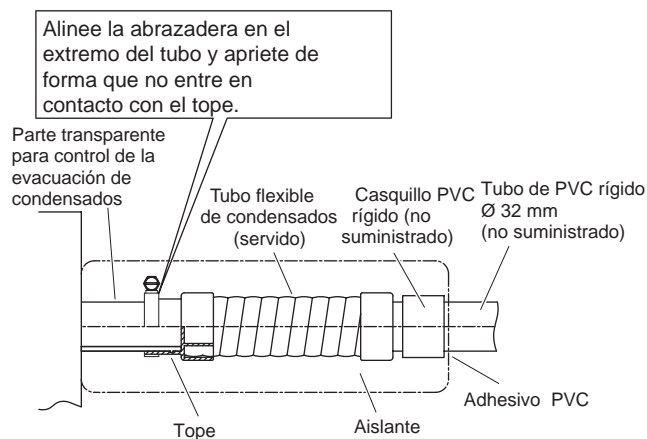

Fig. 3-89a
1. Prepare un tubo de PVC (no suministrado) rígido estándar (diámetro exterior 32 mm) para condensados y utilice el tubo de condensados así como la abrazadera suministrados para evitar las fugas de agua. El tubo transparente de la unidad permite controlar el desagüe de los condensados. (Fig. 3-89a)
- Apriete las abrazaderas de forma que sus tuercas de bloqueo queden orientadas hacia arriba. (Fig. 3-89a)